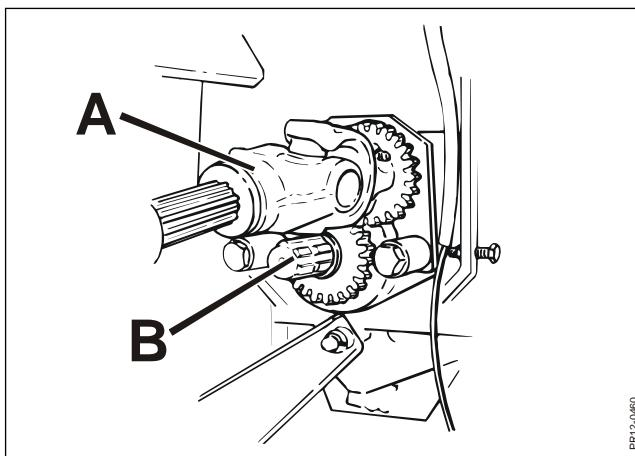

Fig. 6-9
- Fig. 6-9** 2) Flyt KO-akslen **A** fra rotoren til den alternative tap i **pos. 1**, hvor tandhjulene ikke går i indgreb. Derved drives rotoren ikke.
**ADVARSEL:** Det er vigtigt at KO-akslen IKKE flyttes i pos. 2, hvor rotoren kører med omvendt omløbsretning. Denne position anvendes kun ved slibning.
- Fig. 6-9** 4) Efter endt reversering frakobles traktorens kraftudtag igen, traktoren standses, og KO-akslen **A** flyttes tilbage til tappen **B** for drev af rotoren.